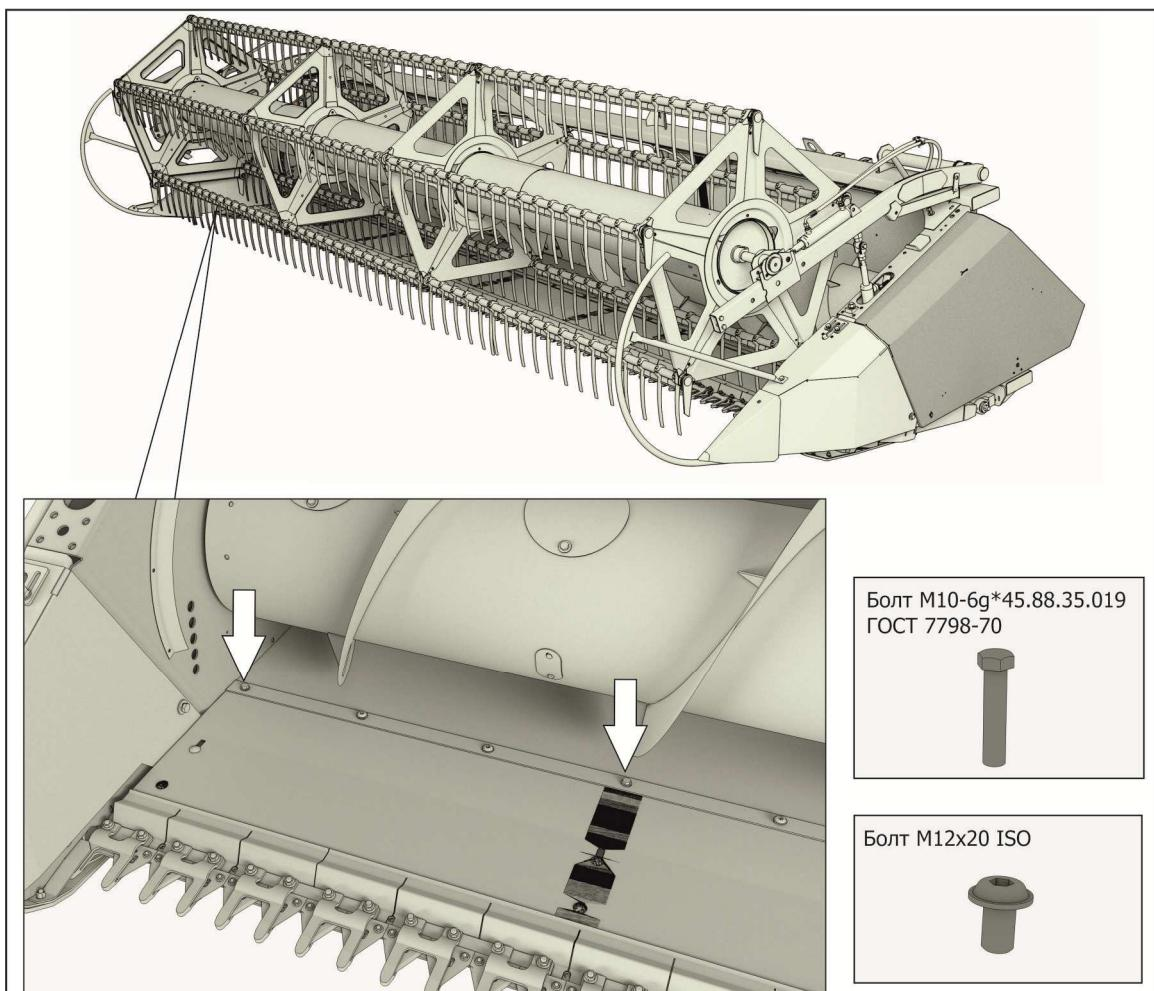

Рисунок 6.10 – Переоборудование жатки с уборки зерновых на уборку сои
3) Заменить болт M10x45 крепления рычагов режущего аппарата к каркасу (рисунок 6.10) по всей ширине жатки на болт M12x20 ISO (из комплекта ЗИП);